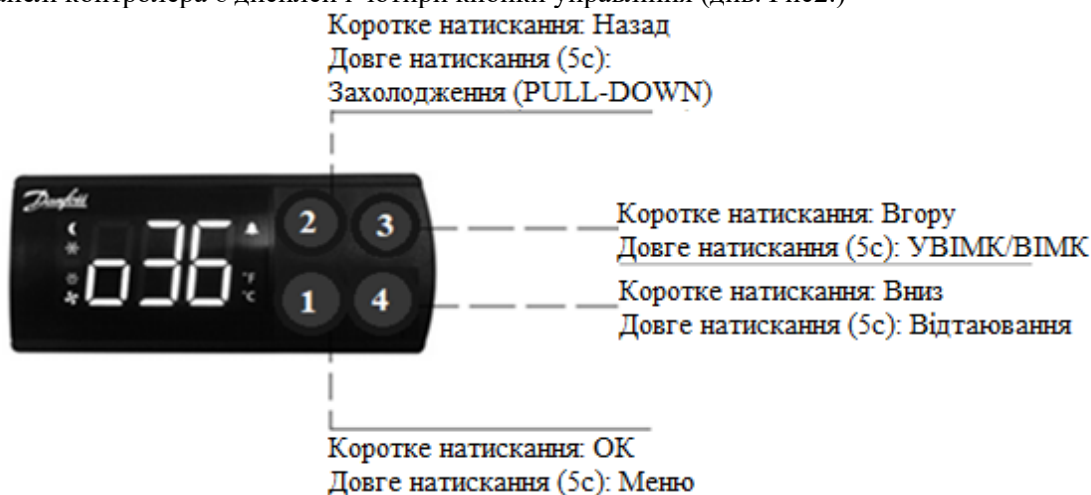

Рис.2 - Електронний контролер DANFOSS ERC 213
- на пульті управління (поз.6 рис.2) встановити вимикач живлення у положення відповідне стану "ВКЛ". Включіть освітлення вимикачем;